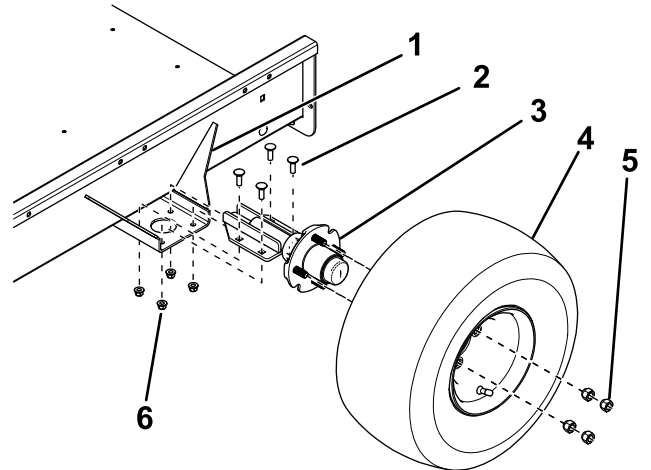

图2
2. 如图2 所示，使用 4 个托架螺栓和 4 个锁紧螺母，将轴安装到拖车底板两侧安装支架的顶侧。
3. 使用 4 个车轮螺母将车轮总成安装至各个轮毂（图2），并上紧螺母扭矩至 108.5N·m。
3. 调整轴安装支架的位置，使前面的中心到中心距离约为 3mm，小于后面中心到中心距离（图2）。